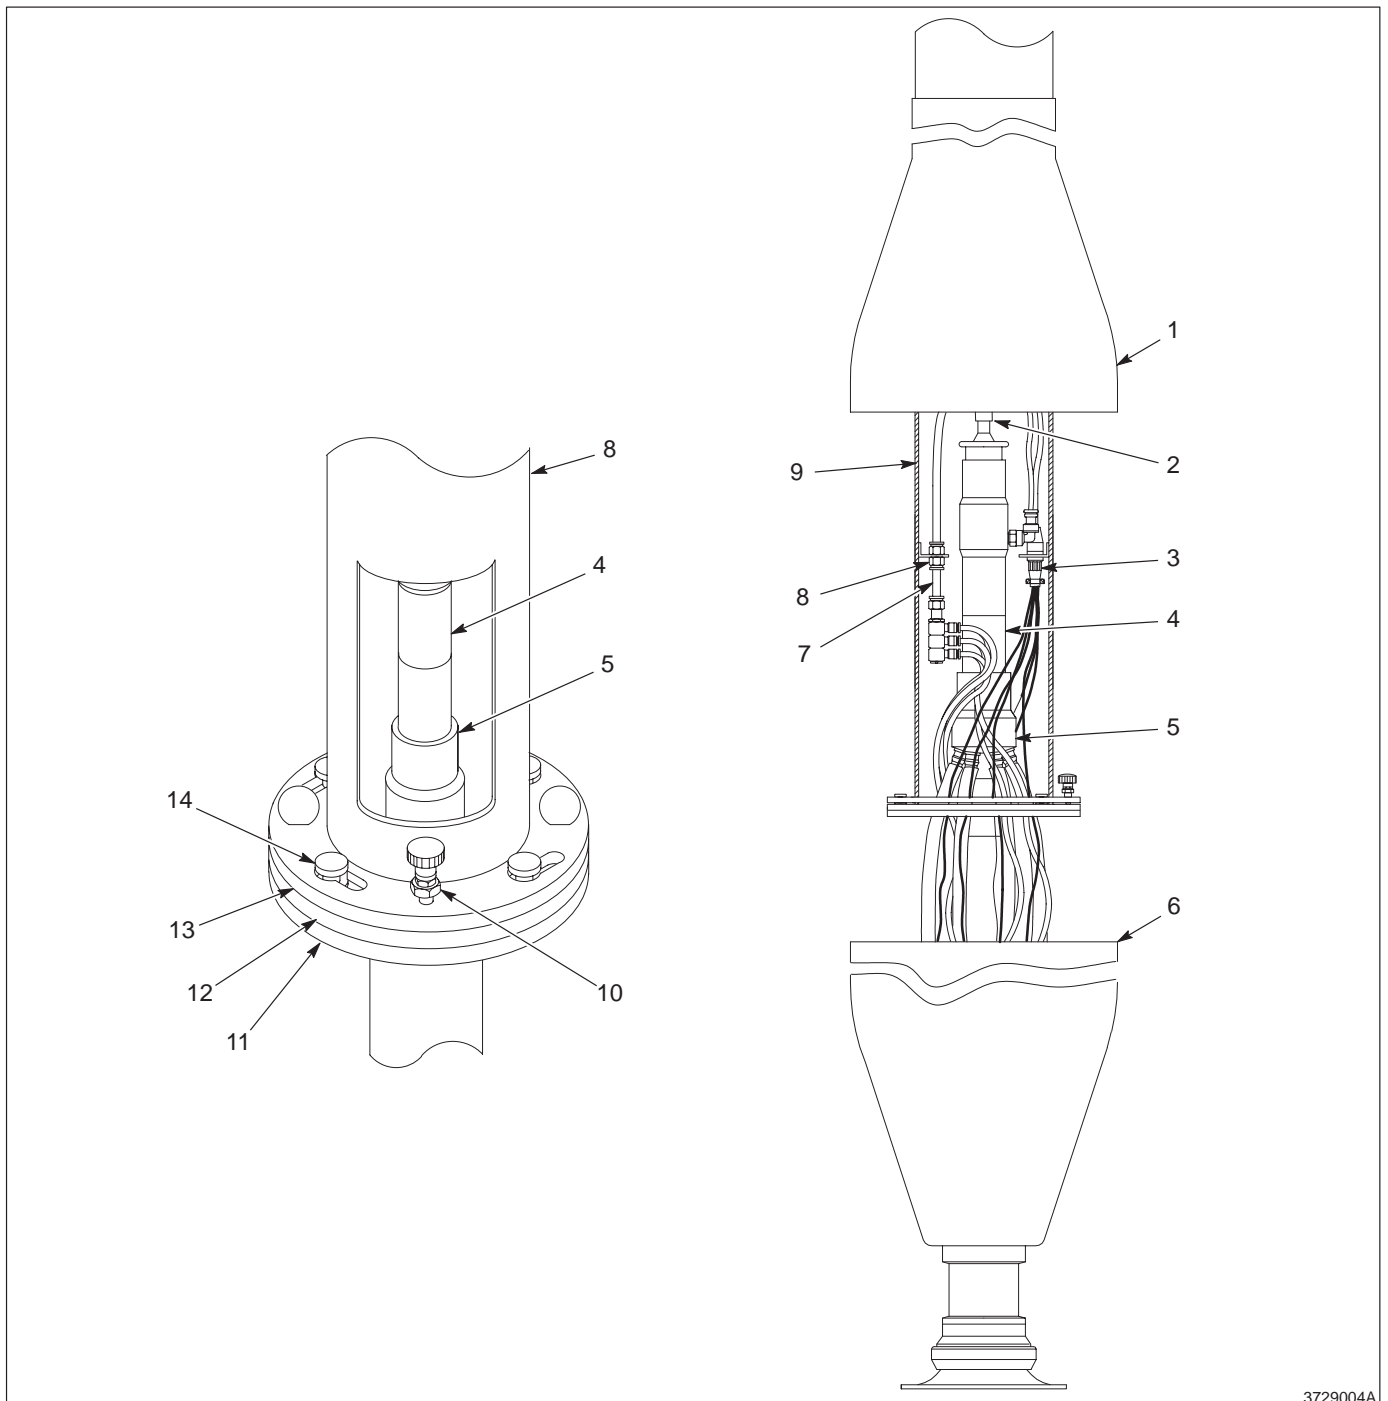

Abb. 4 Entfernen der Scheibeneinheit aus dem Halter
1. Siehe Abb. 4. Schieben Sie die obere Hälfte der Abdeckung (1) am Scheibenhalter (9) hoch und sichern Sie sie in ausreichendem Abstand.
2. Ziehen Sie den Beschleunigungszerstäuber (4)\* durch die Langlöcher im Scheibenhalterrohr aus dem Verteiler (5).
3. Klemmen Sie den Anschluß des Erdungskabels (3) ab. Trennen Sie die Luftschläuche (7) vom Anschluß am Scheibenhalter (8)\*.
2. Schieben Sie den Ring (16) vom Sprühkopf (13) herunter.
3. Schrauben Sie den Sprühkopf vom Verteiler (11) ab.
4. Nehmen Sie die Schrauben (15), den Kegel (11) und die O-Ringe (14) vom Sprühkopf ab. Nehmen Sie den O-Ring (12) vom Kegel und den O-Ring (10) vom Verteiler ab.
5. Schrauben Sie den Verteiler vom Rohrhalter (4)\* ab.
6. Nehmen Sie die untere Hälfte der Abdeckung ab (siehe Abb. 4, (6)).
7. Nehmen Sie das Reduzierstück (6) und den O-Ring (8) vom Verteiler ab.
8. Nehmen Sie die O-Ringe (7) vom Reduzierstück ab.
9. Trennen Sie die Rohreinheiten (3)\* von den Auflademodulen. Dazu kann es erforderlich sein, daß Sie die Auflademodule nach oben aus ihren Halterungslöchern schieben.
10. Schrauben Sie den Rohrhalter (4)\* von der unteren Rohreinheit (1) ab. Nehmen Sie die Schraube (2)\* und den hinteren Kegel (5) vom Rohrhalter ab.